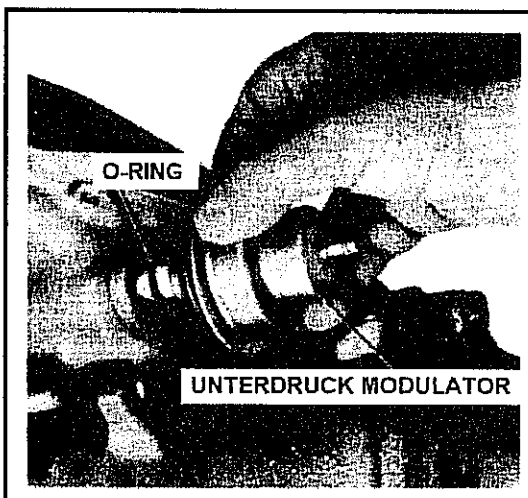

Abb. 10-11 Entfernen des Modulators für Unterdruck
- Wie in Abb. 10-11 gezeigt den Modulator mit dem zugehörigen O-Ring vom Gehäuse entfernen.